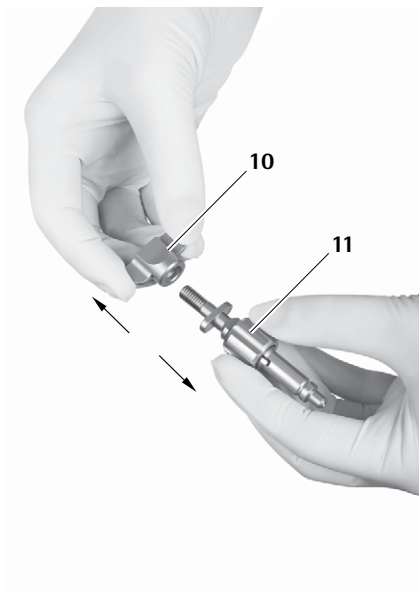

Fig. 17
- Dévisser l'écrou à ailettes **10** de l'adaptateur pour bras de maintien **11**, voir Fig. 17.